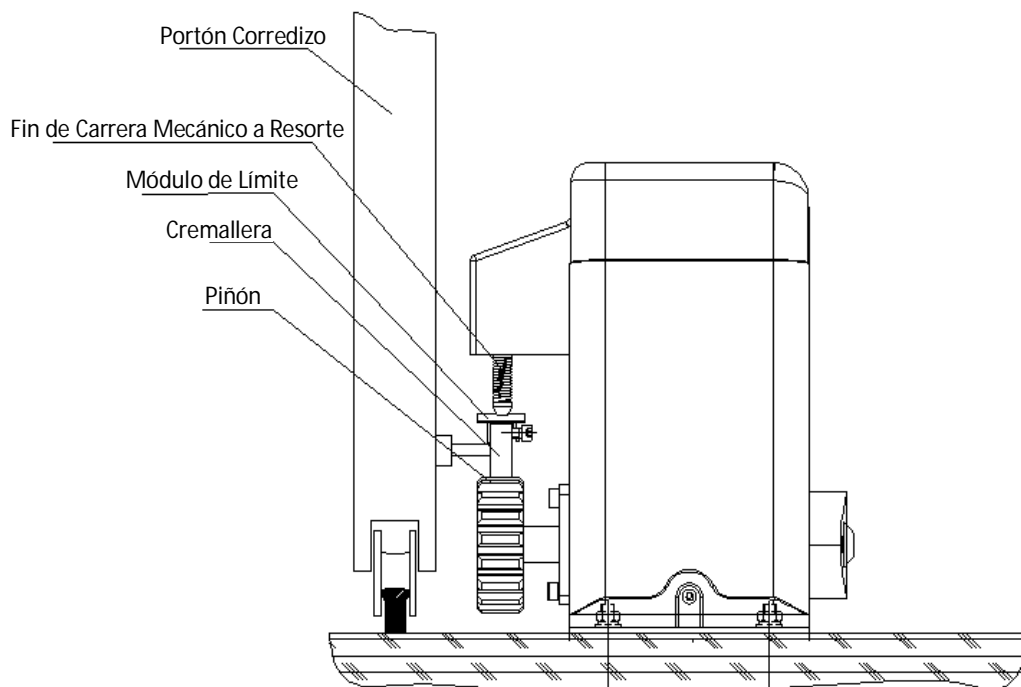
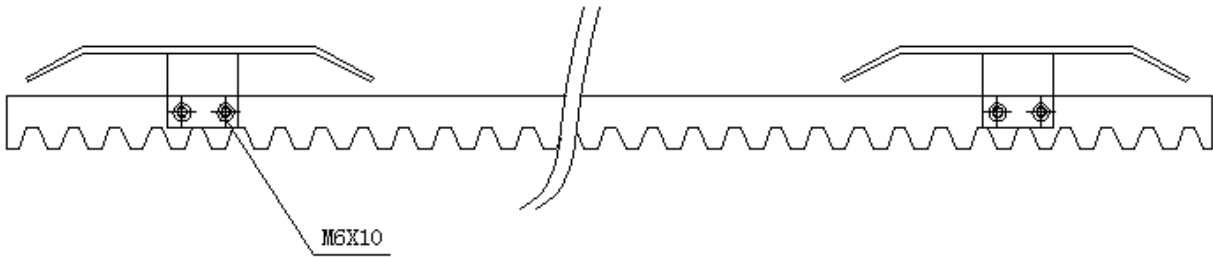

Fig.5
Fig.6
- Instale el módulo de límite sobre la cremallera como en las figuras Fig.5 y Fig.6. El final de carrera mecánico a resorte y los bloques de límite son utilizados para controlar el posicionamiento del portón.